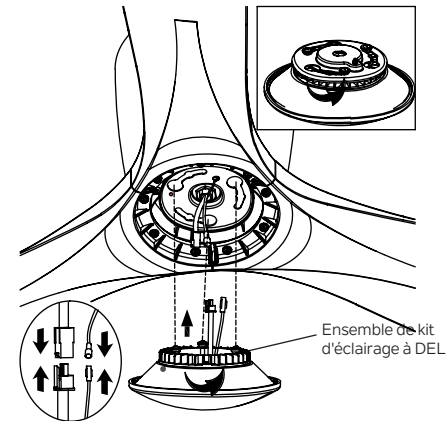

Fig. 14
Étape 1. Maintenez l'ensemble du kit d'éclairage à DEL près du moteur et connectez les connecteurs à broches ensemble. (Fig. 14)
Étape 2. Rangez soigneusement les connexions dans l'ensemble du kit d'éclairage à DEL, soulevez l'ensemble du kit d'éclairage à DEL jusqu'au moteur, alignez les étiquettes avec le point rouge, et tournez les vis situées en haut du kit d'éclairage à DEL dans la direction de l'extrémité étroite des trous oblongs situés sur le moteur (voir illustration). Assurez-vous que toutes les vis sont bien serrées et que le kit d'éclairage à DEL ne tourne plus (Fig. 14).